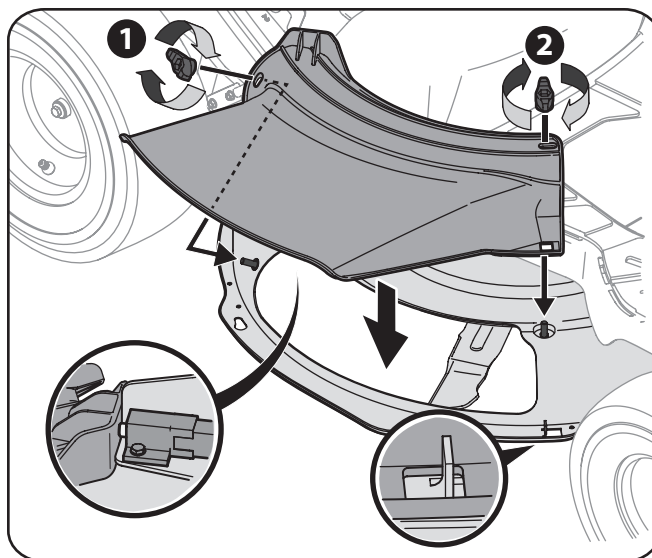

Figura 3-8
- Instale el conducto de la plataforma dentro de la abertura de descarga de la cubierta de la cubierta. Los pernos en la superficie de la cubierta se ajuste a través de los agujeros en la parte superior de la tolva cubierta. La lengüeta pequeña en la zona del labio cubierta se ajuste a través del orificio cuadrado en la parte inferior de la rampa de la cubierta. Vea la Figura 3-8.
- Asegurar la manga cubierta apretando los pomos de mariposa extraídos anteriormente. Consulte la Figura 3-8